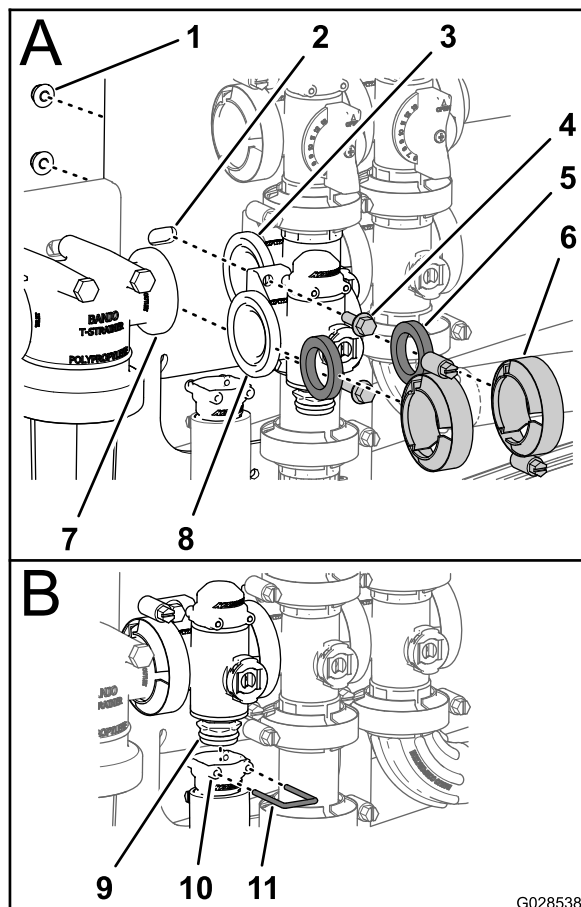

図 101
1. 散布量制御バルブマニホールドのフランジと圧力フィルタヘッドとの間に、ガスケット枚を入れる 図 101; A。
5. 散布量制御バルブをバルブマウントに組み付ける 図 101; A); フランジヘッドボルト (2本)、フランジロックナット 2個 を使用するが、これらはステップ 3 散布量制御マニホールドバルブの取り外し (ページ 63) で取り外したものを利用する、ボルトとナットを 1017 - 1243 N·cm 1.0 - 1.2 kg/cm² = 90 - 110 in-lb にトルク締めする。
6. 出口フィッティングを、マニホールドバルブの下側エンドキャップフィッティングに取り付ける 図 101; B。
7. エンドキャップフィッティングを出口フィッティングに取り付ける (出口フィッティングのソケットにリテーナを差し込んで固定する 図 101; A。
3. 散布量制御バルブマニホールドのフランジと攪拌バルブのマニホールドとの間に、ガスケット枚を入れる 図 101; A。